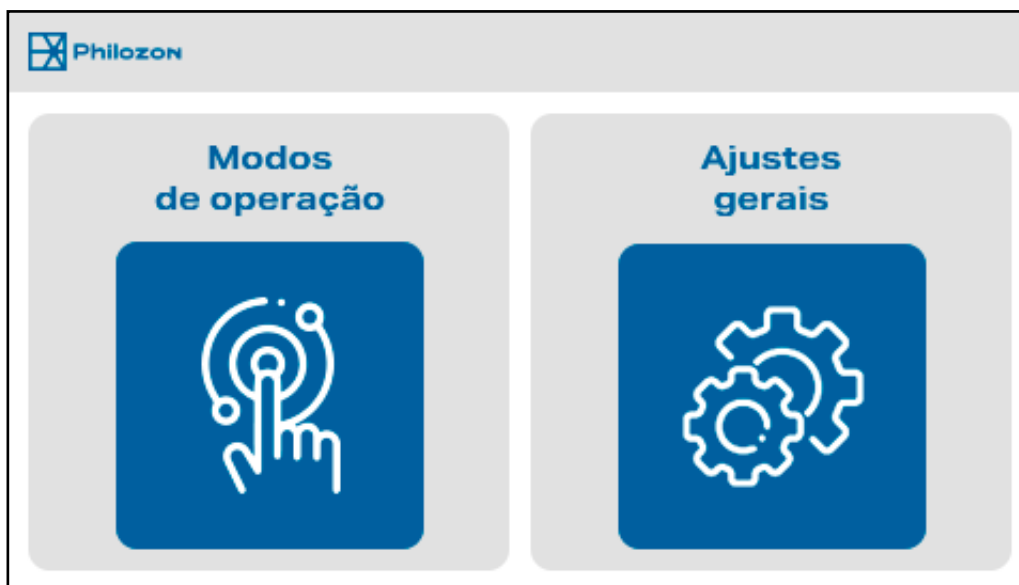

Figura 11 - Tela do menu inicial
c) Em seguida, aparecerá a tela do menu inicial, ilustrada na Figura 11.